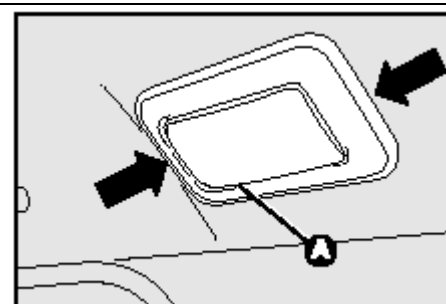

рис. 41
- Выньте плафон **A- рис.41**, нажав в точках, указанных стрелкой;